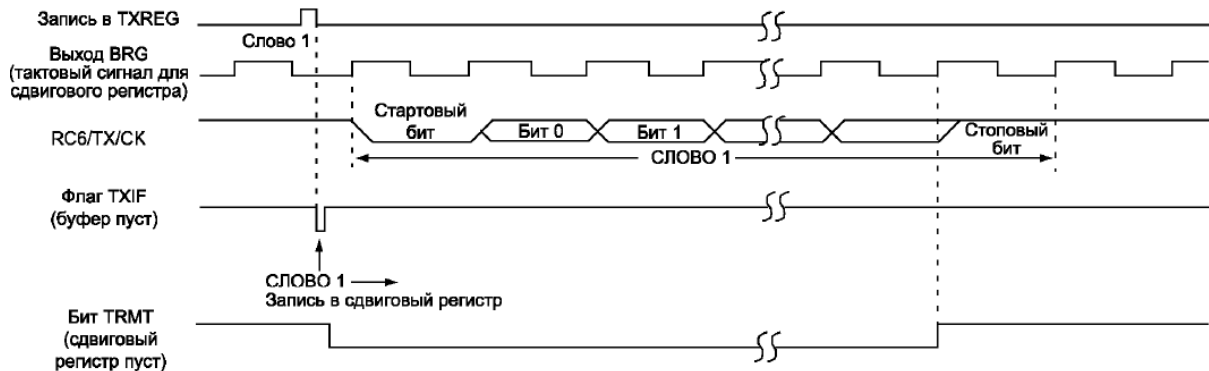

Рис.9.9. Временная диаграмма асинхронной передачи данных
Рассмотрим кратко работу модуля USART. Сначала будем считать, что микроконтроллер передает данные (рис.9.9). Отправитель и получатель должны быть инициализированы, чтобы использовать одну и ту же скорость передачи данных, количество битов данных (по умолчанию 8) и количество стоповых битов (по умолчанию 1). Выход передатчика (TX), имеет высокий уровень во время простоя (внешняя линия на выходе линейного драйвера будет иметь отрицательный уровень). Когда в буфер последовательного регистра (TXREG) записаны данные, они автоматически передаются следующим образом. Начало передачи определяется стартовым битом низкого уровня. Затем из регистра передатчика выводятся следующие 8 бит с периодичностью, установленной выбранной скоростью передачи. Чередование высокого и низкого уровня бит определяется конкретным содержанием слова. После последнего бита данных передается стоповый бит высокого уровня. На линии остается высокий уровень, если нет новых данных для передачи. Следующее слово можно передать после некоторой задержки. Данные часто кодируются в ASCII, поэтому удобно передавать текстовые сообщения.